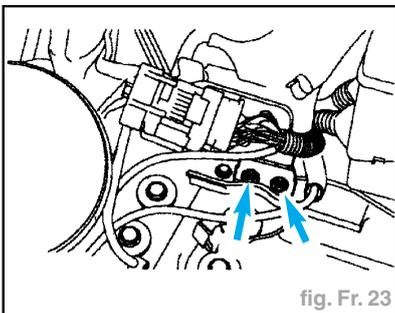

fig. Fr. 23
- Déposer le support de fixation du bloc hydraulique (fig. Fr. 23).